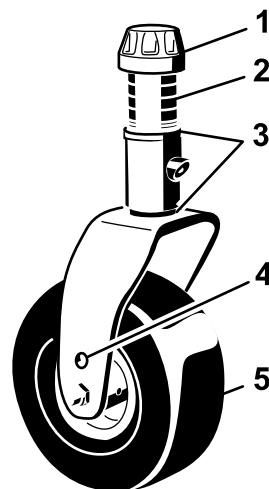

図 14
11. ステッカーに表示されている刈り高になるよう、3 mm のシムで調整する (図 14)；「カッティングユニットのピッチの調整」を参照。